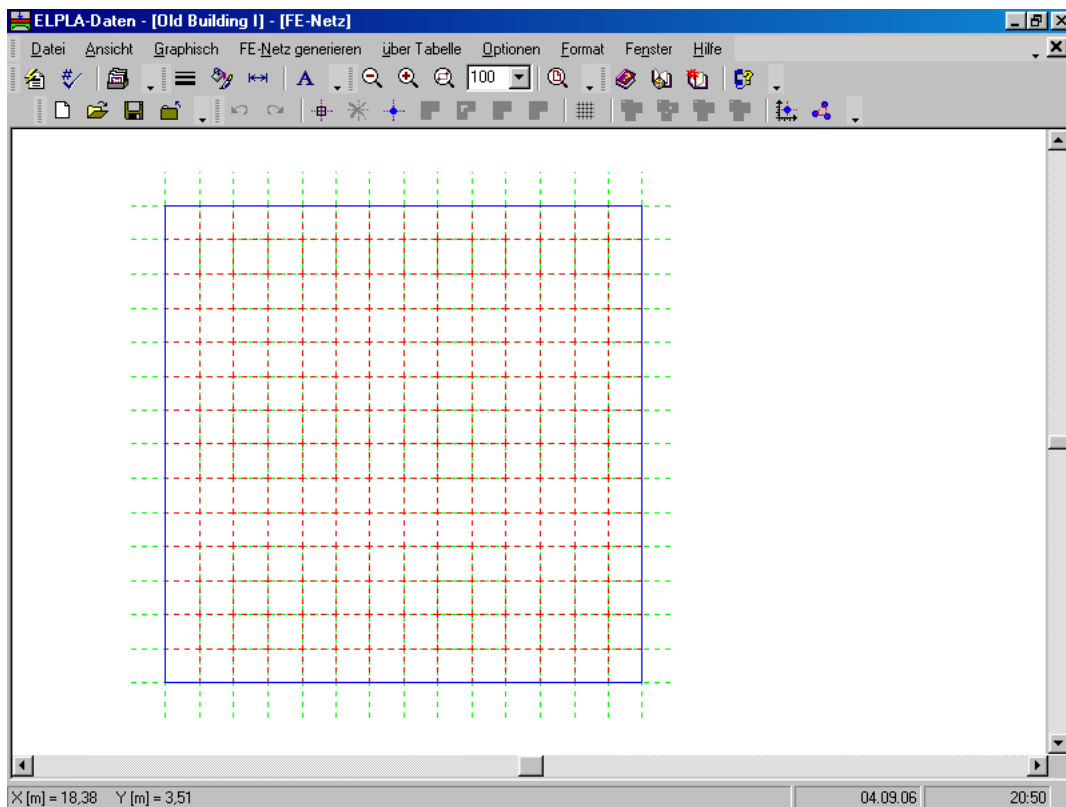
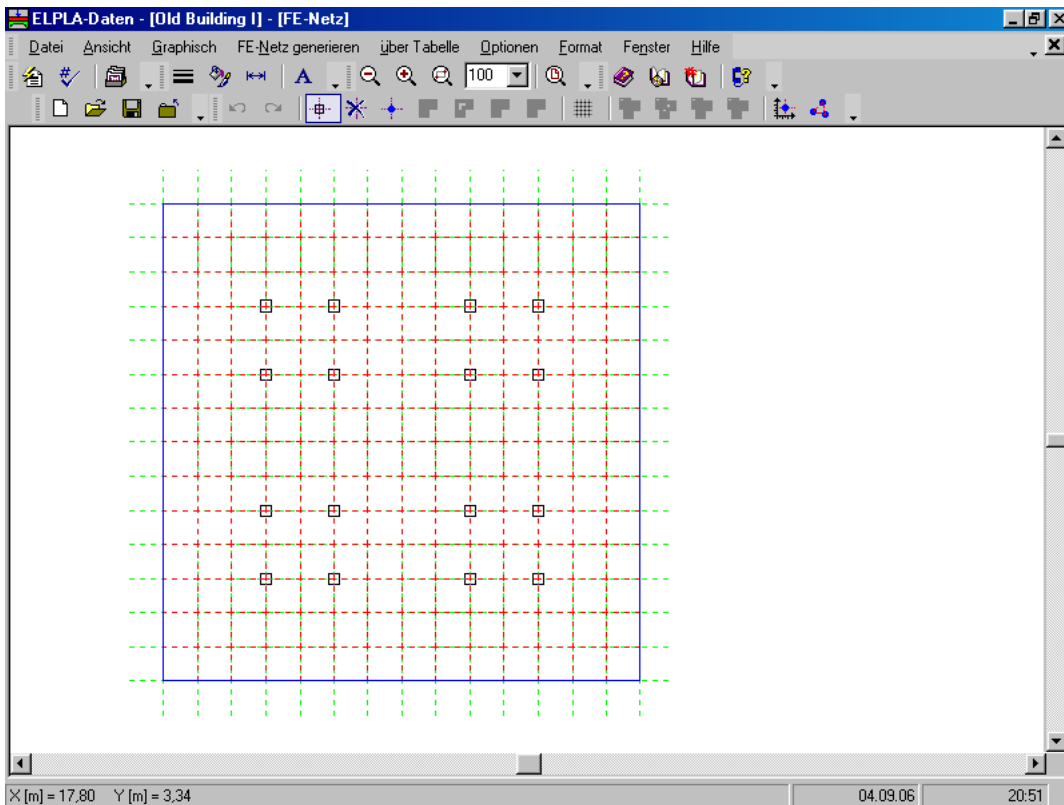

Bild 9-12 Generiertes FE-Netz auf dem Bildschirm
Bild 9-13 Generiertes FE-Netz nach dem Markieren der unnötigen Knoten
*ELPLA* generiert ein geeignetes FE-Netz für das Quadratfundament von 10.08 [m] Länge. Das folgende eingebettete Programm im Bild 9-12 erscheint mit dem generierten Netz.
- Wählen Sie den Befehl "FE-Netz speichern" aus dem "Datei"-Menü im Bild 9-12, um die Daten des FE-Netzes zu speichern
- Wählen Sie "FE-Netz schließen" aus dem "Datei"-Menü im Bild 9-12, um das eingebettete Programm "FE-Netz" zu schließen und zum Hauptfenster des Programms *ELPLA-Daten* zurückzukehren
Um die unnötigen Knoten zu markieren, die aus dem FE-Netz entfernt werden sollen, wählen Sie den Befehl "Knoten markieren" aus dem "FE-Netz"-Menü im Bild 9-12. Wenn der Befehl "Knoten markieren" gewählt wird, wechselt der Cursor von einem Pfeil zu einem Kreuz. Die gewünschten Knoten werden durch individuelles Klicken auf jeden Knoten oder Markieren einer Gruppe von Knoten gewählt, wie im Bild 9-13 gezeigt. Eine Gruppe von Knoten kann markiert werden durch Halten der linken Maustaste unten an der Ecke der Region und Ziehen der Maus, bis ein Rechteck die gewünschte Gruppe von Knoten umfasst. Wenn die linke Maustaste freigegeben wird, sind alle Knoten im Rechteck markiert.